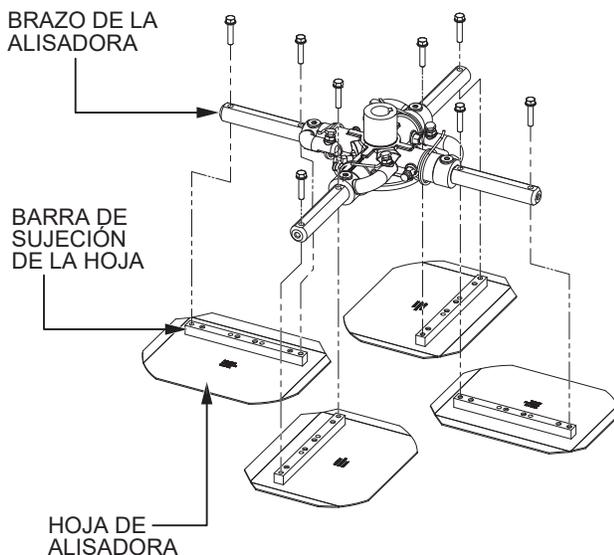

Figura 63. Retirada de las hojas
- Quite los pernos y las arandelas de traba de cada brazo de la alisadora, y después quite las hojas según se muestra en la Figura 63.